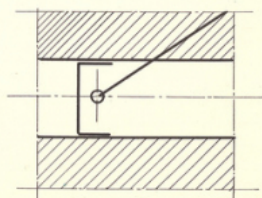

Fig. 3.
- articulation d'une pièce de bielle. Fig. 3.